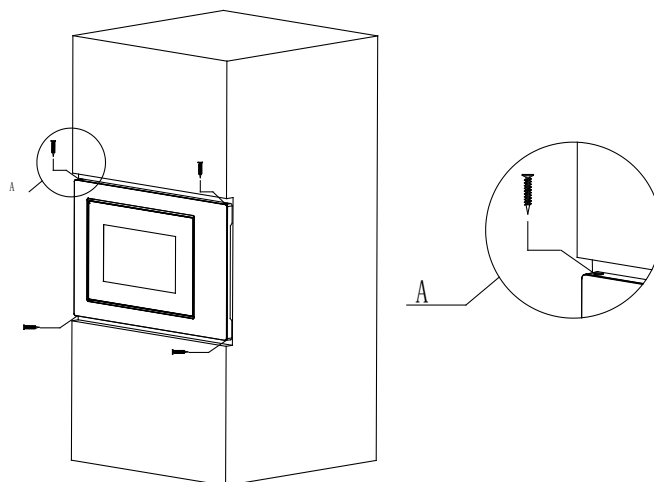

Abb. 4
- c) Befestigen Sie die Mikrowelle mit den Schrauben aus der Komponentenverpackung im Gehäuse. (Abb. 4)